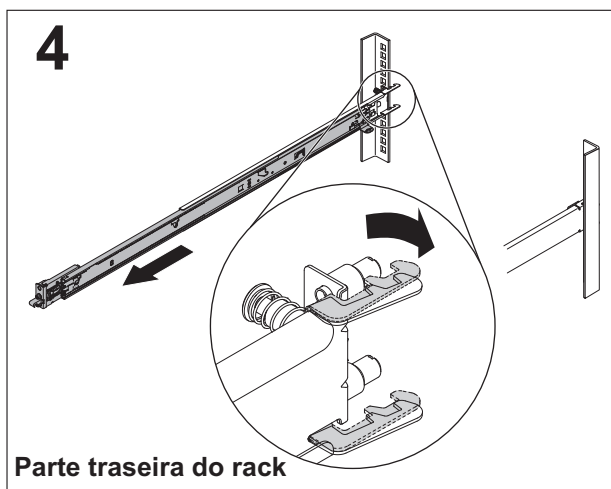

Figura 55. Removendo a extremidade posterior dos trilhos deslizantes
3. Desengate os trilhos deslizantes da parte traseira do rack, conforme mostrado em Figura 55.